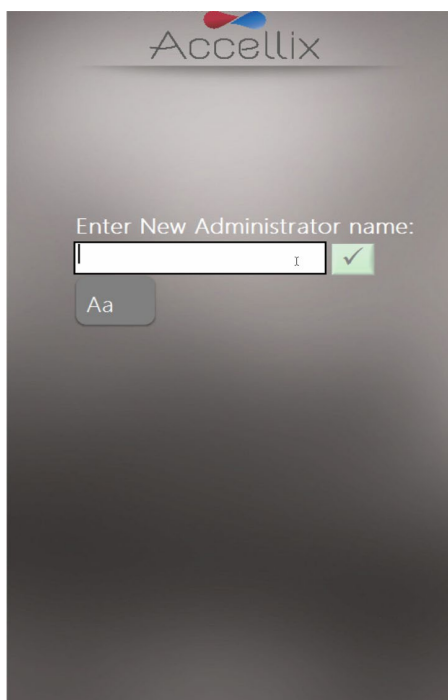

图 9：添加用户屏幕
Add（添加） 	添加用户（参见图 9）
1. 轻触 **Add**（添加）图标 。随即显示 **Add User**（添加用户）（图 9）屏幕：